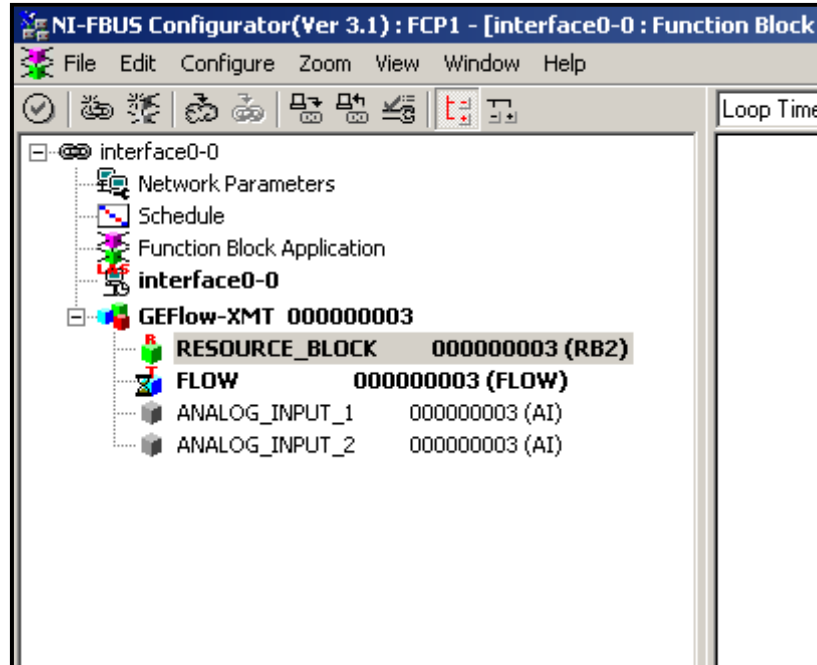

Figura 40: Ejemplo de configuración de la herramienta
Figura 40 muestra la herramienta de configuración con un caudalímetro en la red (Panametrics Flow-XMT).
1. Haga doble clic en el bloque IA para el que desea configurar las unidades (ANALOG_INPUT_1 (ENTRADA ANALÓGICA 1) o ANAOG_INPUT_2 (ENTRADA ANALÓGICA 2) en el árbol bajo GEFLOW-XMT; ver Figura 40 en la página 98).
1. Haga doble clic en el bloque transductor de FLUJO (en el árbol bajo GEFLOW-XMT; ver Figura 40 en la página 98).